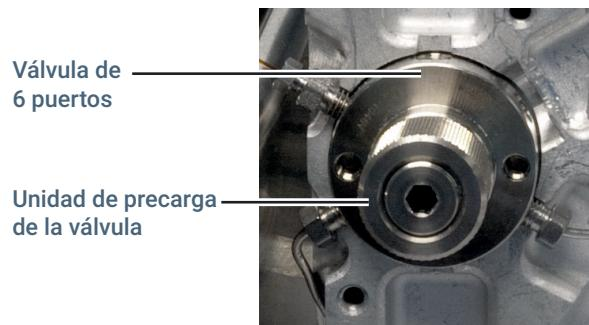

Figura 23. Unidad de precarga de la válvula
- 6 Con la mano, desenrosque la unidad de precarga frente a la válvula (Figura 23).